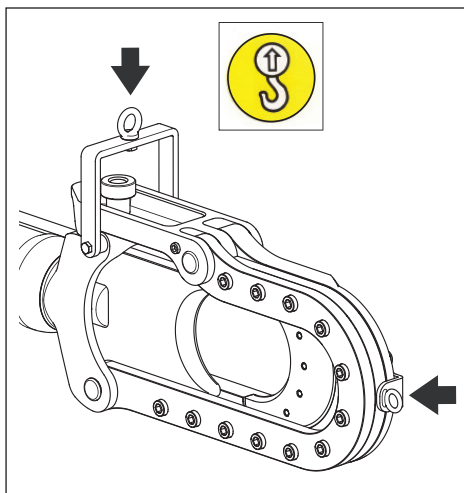

Figure 6, Point de levage de la cisaille
- S'il est nécessaire de déplacer ou de transporter la cisaille, n'utilisez que les anneaux de levage prévus. Se reporter à la Figure 6. Utilisez un équipement de levage de capacité adaptée.